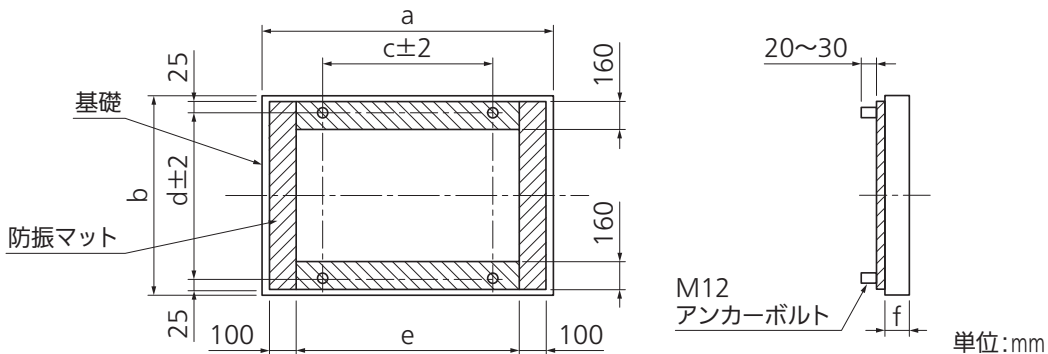

図3:基礎図(ベタ基礎)
- ユニット設置時に、必ず指定のサイズのアンカーボルトを取り付け、しっかりと固定する(図3)